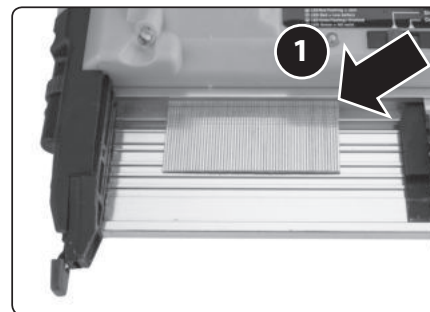
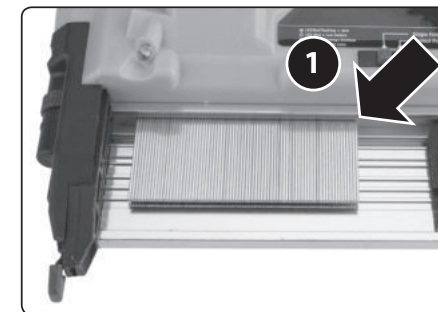

Abb. 2A, Platzierung des Nagelbandes
Abb. 3A, Platzierung des Klammerbandes
2. Führen Sie das Nagelband oder die Heftklammern so in das Magazin ein, dass die Nagelbandköpfe oder der Klammerbandbogen eng an der Oberseite des Magazins anliegen, wie in Abbildung 2A (Nageleinführung) oder Abbildung 3A (Klammereinführung) gezeigt.